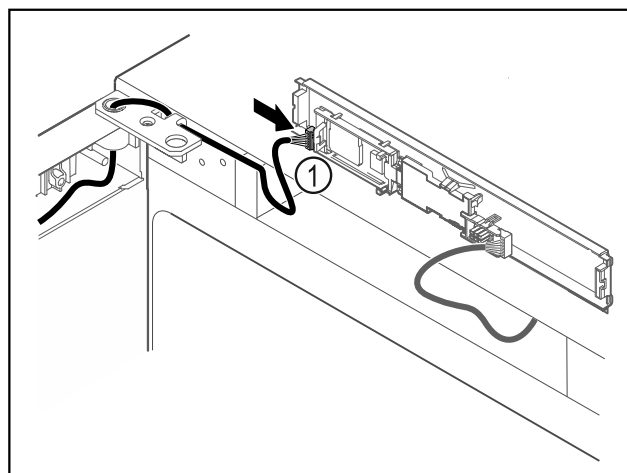

Fig. 56
- ▶ Подключите штекер Fig. 56 (1) к панели.